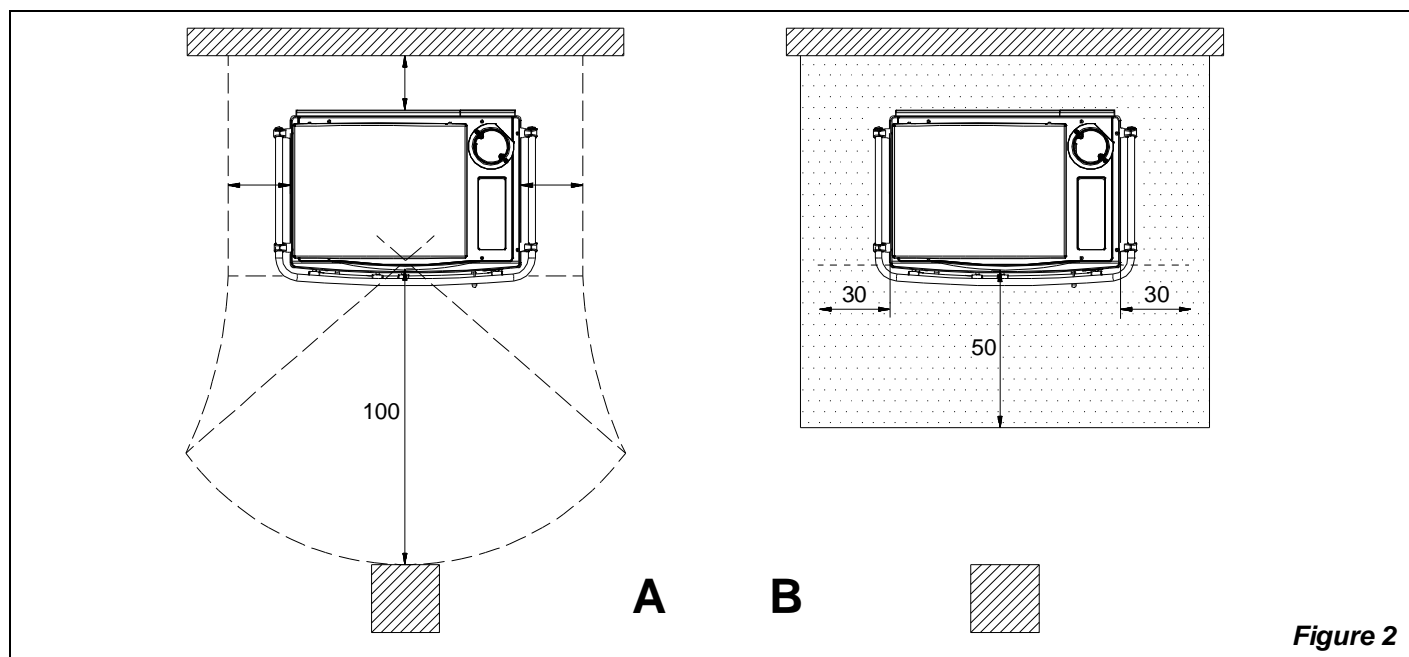

Figure 2
- a) pour assurer une isolation thermique suffisante, respecter la distance minimale de sécurité entre le poêle et les éléments de construction et objets inflammables et sensibles à la chaleur (meubles, revêtements en bois, tissus, etc.) (voir Figure 2 Pos.A). **Toutes les distances minimales de sécurité sont indiquées dans l'étiquette du produit et on ne doit PAS descendre au-dessous des valeurs indiquées.**
- c) si le produit est installé sur un sol de matériau inflammable, prévoir une base ignifuge. **Les sols composés par matériaux inflammables**, comme moquette, parquet ou liège etc., **doivent être remplacés** par une couche de matériel pas inflammable, par exemple céramique, pierre, vitre ou acier etc.. (dimensions selon les dispositions régionales). La plaque de sol doit dépasser d'au moins **50 cm**. de face et d'au moins **30 cm**. sur les côtés, au-delà de l'ouverture de la porte de chargement. (Figure 2 Pos. B)